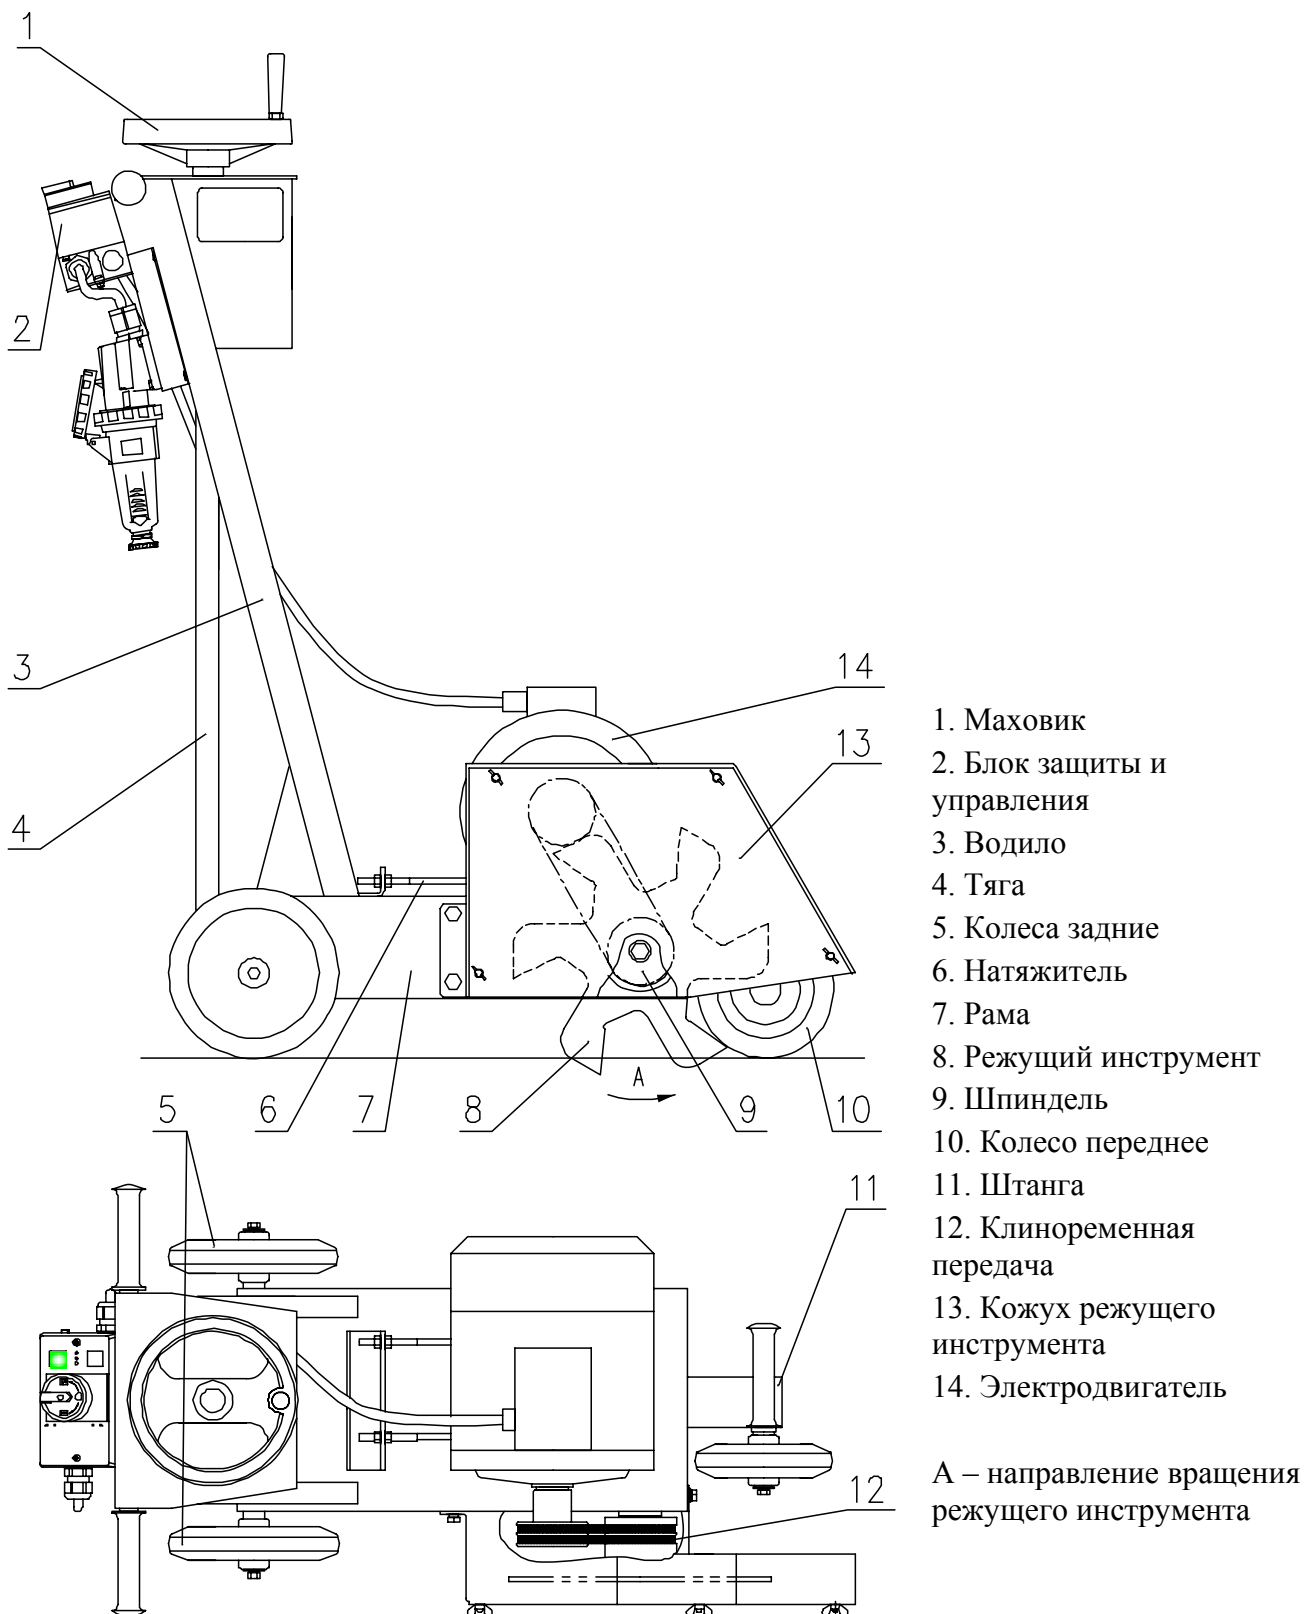

Рис.2
- Резчик кровли (см. рис.2) состоит из сварной рамы поз.7, на которой смонтированы все основные узлы резчика.